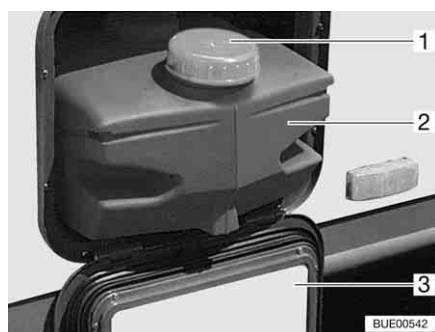

Fig. 177 Serbatoio dell'acqua 22 l
In caso di trasporto chiudere il serbatoio dell'acqua con un coperchio (Fig. 177,1).
- Aprire lo sportello di servizio (Fig. 177,3) (vedi capitolo 6).
- Estrarre il serbatoio dell'acqua (Fig. 177,2).
- Estrarre il serbatoio dell'acqua (Fig. 177,2) e svuotarlo.